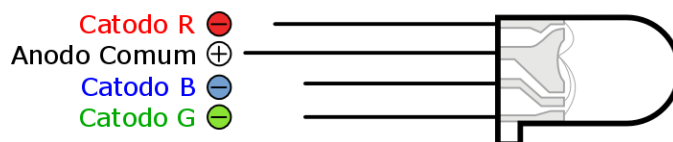

Figura 05 – Led RGB
- **Leds RGB ou tricolor:** É um led que possui três cores, são elas: vermelho (R), verde (G) e azul (B). Pode acender as cores individualmente ou em conjunto para que formem outras cores, e ser difusos ou transparentes, figura 05.